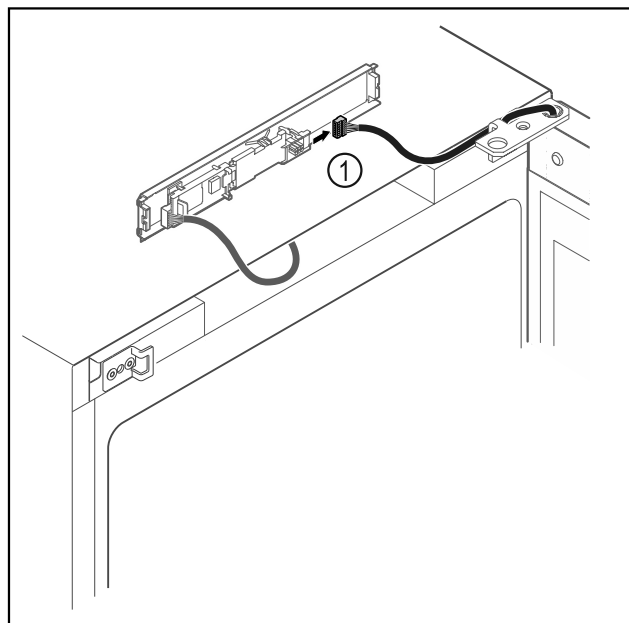

Fig. 17
- ▶ Desenchufar el conector Fig. 17 (1) de la platina.